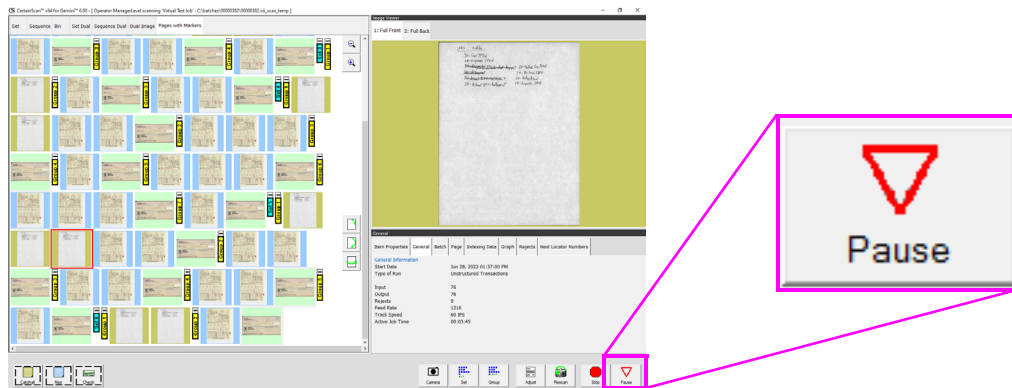

Abbildung 4-28: Pause wählen
1. Klicken Sie auf dem Startbildschirm (Abbildung 4-28) auf **Pause**, der Schlitz des Rescan-Einzugs beginnt blau zu blinken, drücken Sie die Taste **Rescan-Einzug** und der Schlitz leuchtet dauerhaft blau.